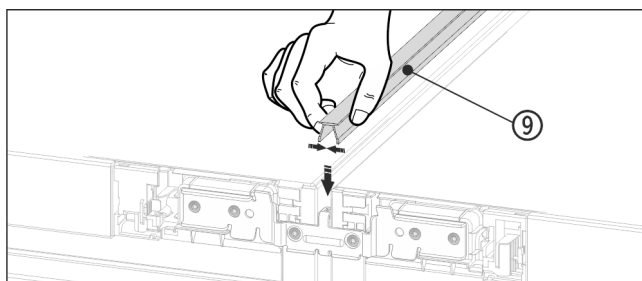

Fig. 20
- 在表面，将短护板条 Fig. 20 (9) 压入水平缝隙中。